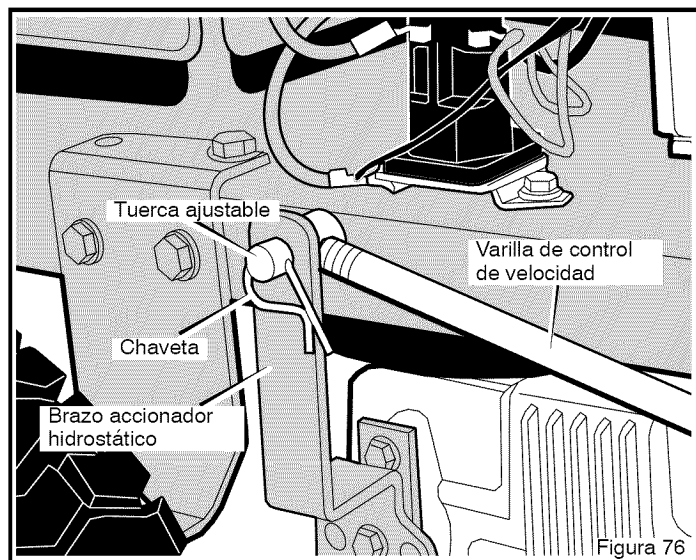

Figura 76
2. Retire la **chaveta** de la tuerca ajustable (Figura 76).